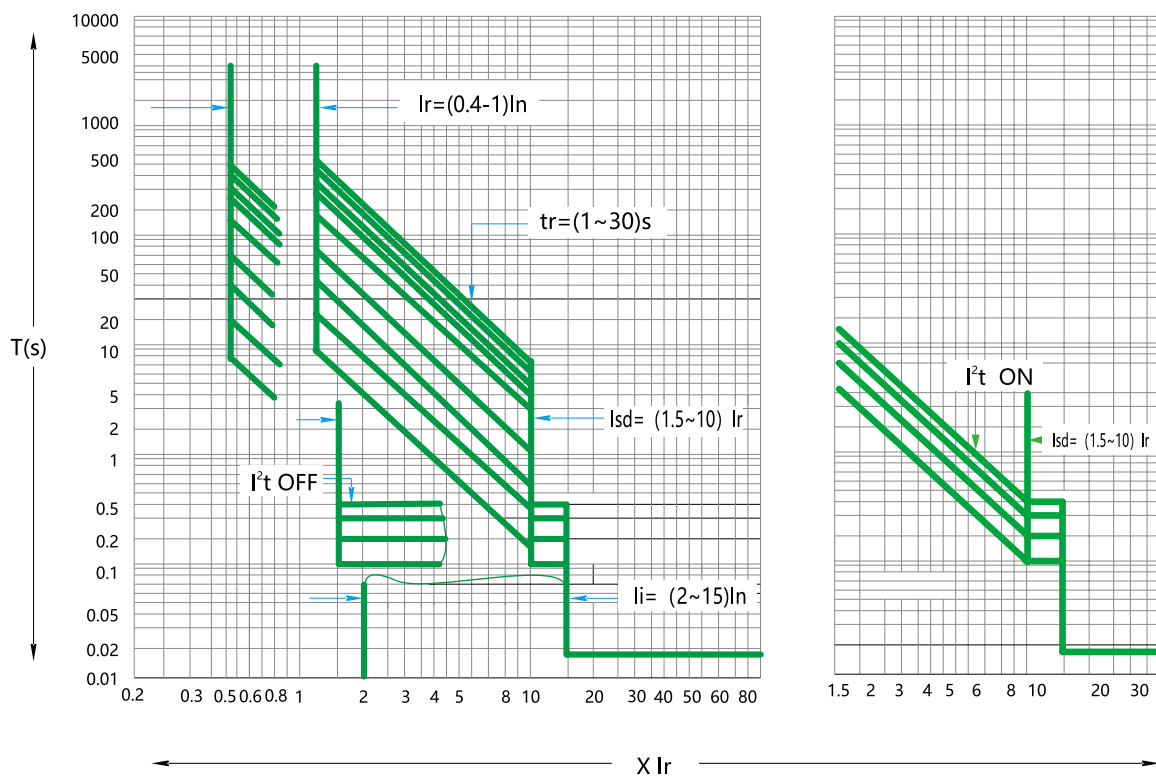

图1 过电流保护特性
- 注: ① 外接 N 相电流互感器为本公司特殊配置互感器, 引线长默认 2 米。
② 3PT 方式时, 接地保护只能用于平衡负载, 对于不平衡负载需将此功能关闭或将设定值设于允许的不平衡电流之上, 否则将有可能引起智能控制器动作。
③ 当为 (3P+N)T 方式时, 互感器和断路器的最大距离不超过 5 米, 互感器引线长度超过 2 米时, 在订货时需特殊注明。
- 图 1 显示了 NA8 断路器负载侧的一个故障: 故障电流仅流过一相, 如果 4 个电流传感器检测出来的三相电流矢量和高于设定门限值, 智能控制单元将激活差值型接地保护功能, 该种类型接地保护实现负载侧的接地故障保护。